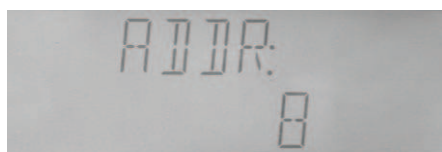

Figura 4-31 Configuración de la dirección de comunicaciones GPIB
- a) En la pantalla de configuración del sistema, seleccione "ADDR" mediante **▲** o **▼** , como se muestra en la figura 4-31.